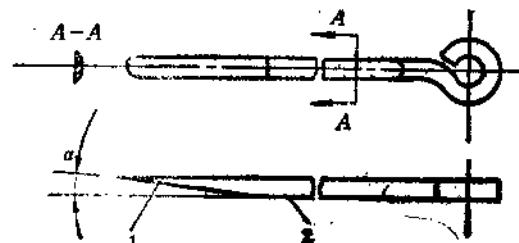

图1-9 划板
3. 划板 划板又称撑棒，一般用粗钢丝制成。其头部锉成楔形，如图1-9所示。